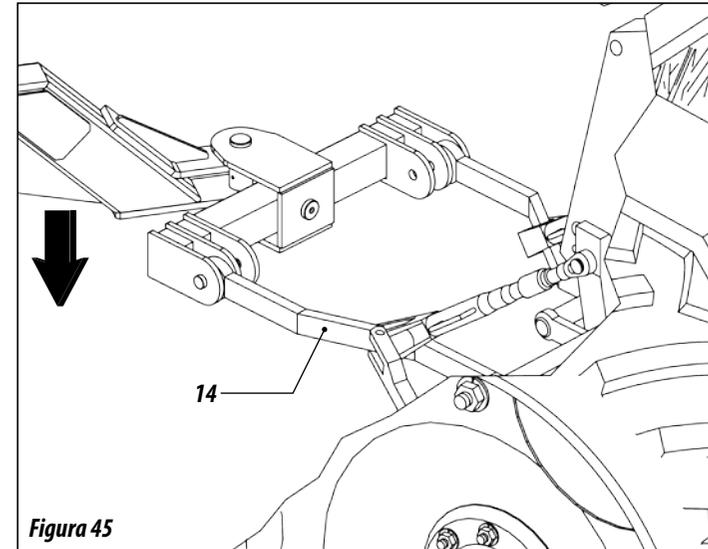

Figura 45
10 - Baje los brazos del hidráulico del tractor (14). FIGURA 45